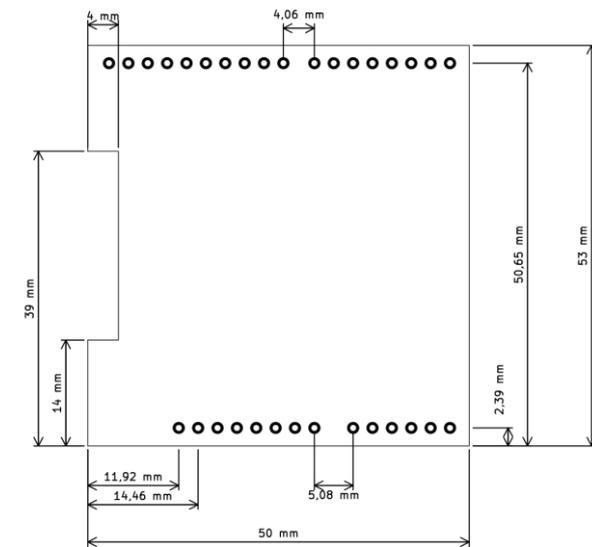

Figure 1 : Dimension du prototype
- Le prototype réalisé devra avoir les dimensions reportées sur la Figure 1